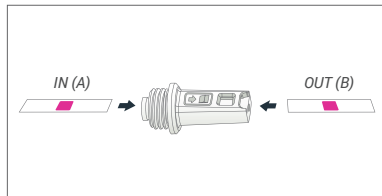
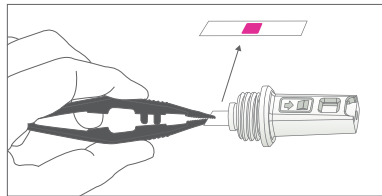

Figure 2
Figure 3
4. Place a Chemdye® Lumena CDWE cleaning indicator in the inner cavity of each device in a way that the test soil is facing upwards (Fig. 2).
- WARNING:** before placing the indicator in the inner cavity of the device, remove its liner. Secure the position of the indicator in the inner cavity using the tweezers provided, so that it is firmly adhered to the device (Fig. 3).
4. Colocar un indicador de lavado Chemdye® Lumena CDWE en la cavidad interna de cada dispositivo de manera que el test soil quede orientado hacia arriba (Fig. 2). **ATENCIÓN:** antes de colocar el indicador en la cavidad interna del dispositivo, remover el liner del mismo. Asegurar la posición del indicador en la cavidad interna con ayuda de la pinza provista, de modo que el mismo quede adherido al dispositivo firmemente (Fig. 3).